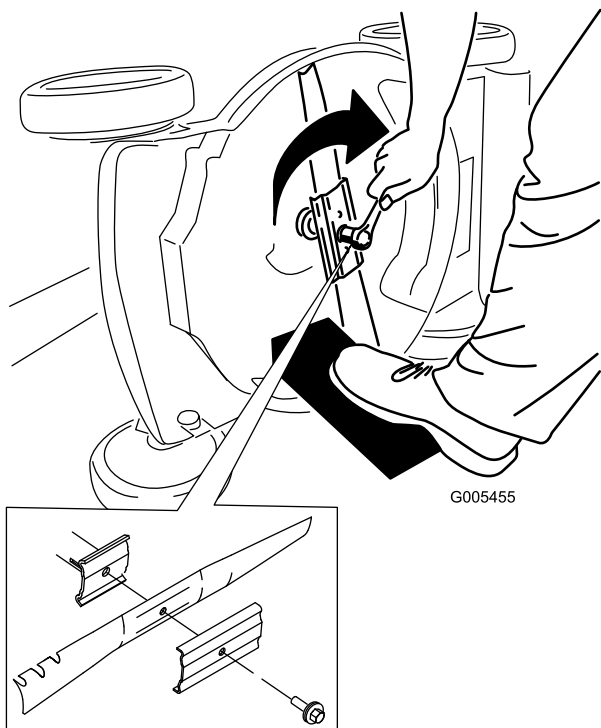

Figura 38
5. Instale la cuchilla nueva y todos los herrajes de montaje (Figura 38).